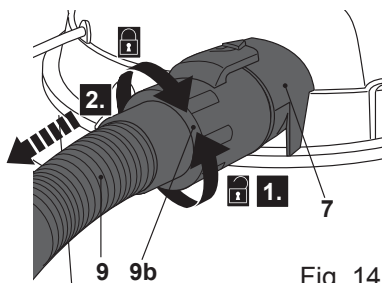

Fig. 14
- > Gire el conector del tubo (9b) en sentido contrario a las agujas del reloj y tire de él para extraerlo de la salida de aire (7) y desconectarlo del tubo (9) cuando haya terminado (Fig. 14).